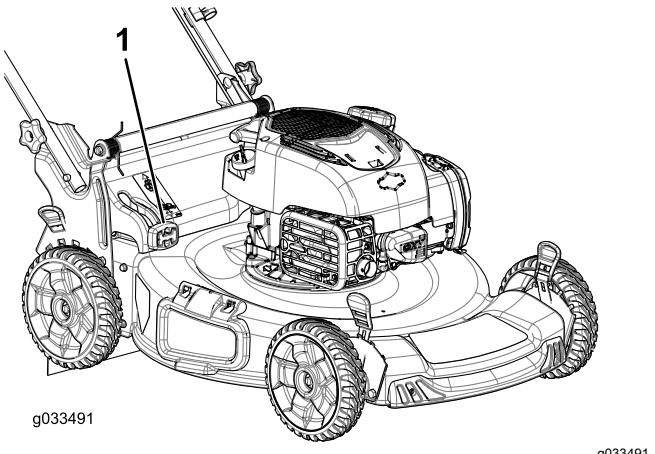

Figura 23
- **Para ensacar los recortes de hierba y hojas,** presione el botón de la palanca de ensacado a demanda y mueva la palanca hacia delante hasta que salte el botón de la palanca (Figura 23).